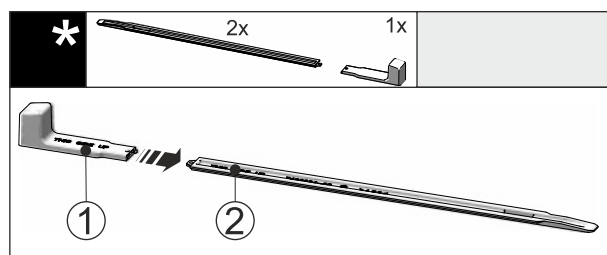

Fig. 44
- Dugja rá a szerelőfogantyút Fig. 44 (1) a szintezősinre Fig. 44 (2).